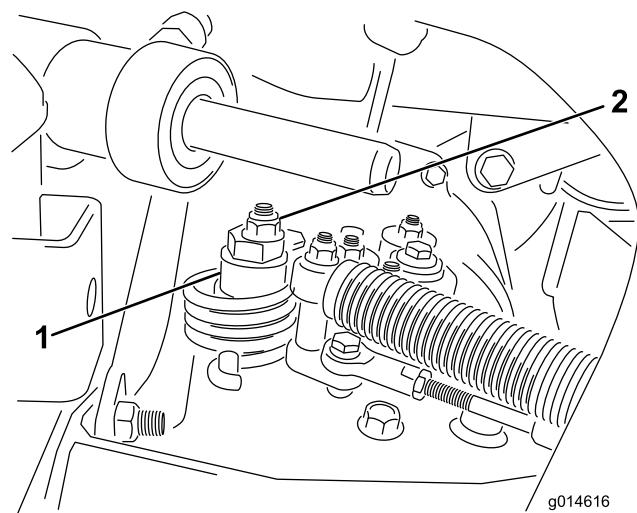

図 47
- 偏芯ナットをハイドロスタート上部に止めているナットをゆるめる（図 47）。
- どちらにも車輪が回らないように偏芯ナットを回して調整する。調整ができたら固定ナットを締める（図 47）。スロットル SLOW およびFAST 位置で調整が正しいことを確認する。